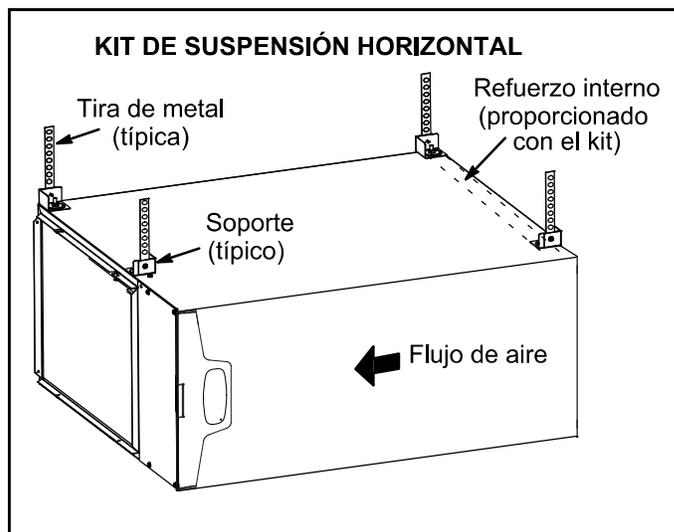
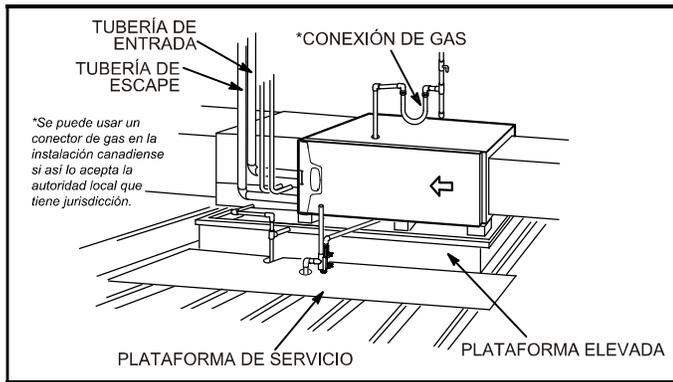

FIGURA 18
FIGURA 19
Este calefactor puede instalarse ya sea en un ático o en un espacio entre plantas. Ya sea cuelgue el calefactor de los travesaños del techo o de las vigas del piso, tal como se muestra en la Figura 18, o instálelo sobre una plataforma, tal como se muestra en la Figura 19. Se puede ordenar un kit de suspensión horizontal (51W10) de Lennox o usar un equivalente.
- 2 - Construya un marco de madera elevado y cúbralo con una lámina de madera terciada. Si la unidad se instala arriba del espacio acabado, fabrique un colector de drenaje auxiliar a ser instalado debajo de la unidad. Coloque la unidad en el colector de drenaje como se muestra en la Figura 19. Deje 8 pulgadas de espaciamiento de servicio debajo de la unidad para la trampa de condensado.